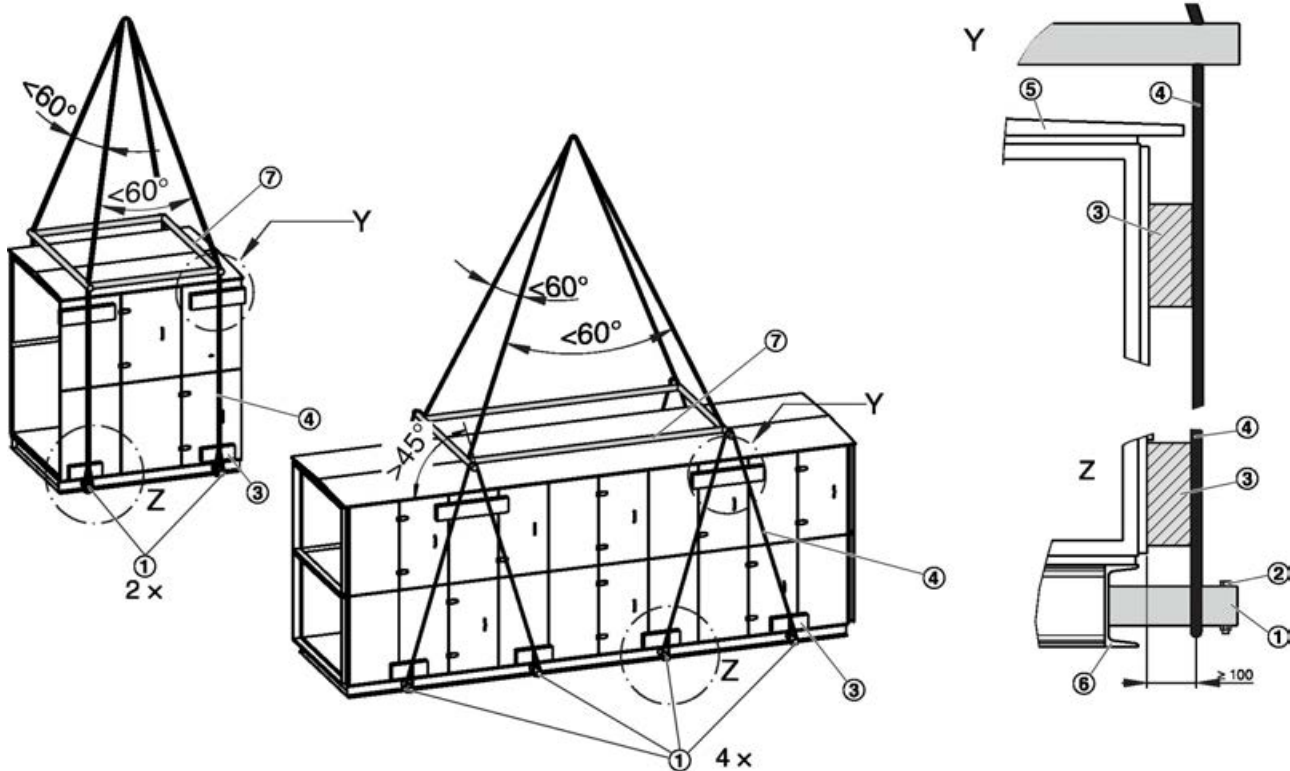

Abb. 8: Anschlag mit zwei oder vier Transportrohren
Die Anzahl der Bohrungen im Grundrahmen (Abb. 8 /6) gibt die Anzahl der zu verwendenden Transportrohre (Abb. 8 /1) vor.
- Die Anschlagart entsprechend der Anzahl der verwendeten Transportrohre auswählen Abb. 8
- 1 ▶ Die Transportrohre (Abb. 8 /1) in die Bohrungen im Grundrahmen schieben.
Die Transportrohre mit den Schrauben (Abb. 8 /2) sichern.
- 2 ▶ Anschlagmittel (Abb. 8 /4) um die Rohrenden der Transportrohre legen.
Anschlagmittel zwischen Grundrahmen (Abb. 8 /6) und den Schrauben (Abb. 8 /2) positionieren.
Die Kanten mit Distanzhölzern (Abb. 8 /3) schützen. Bei Bauteilen/Geräten mit Dach (Abb. 8 /5) Distanzhölzer so auswählen, dass der Abstand zwischen Anschlagmittel und Gerät von 100 mm gewährleistet ist.
Die Anschlagmittel geeigneten Spreizvorrichtungen (Abb. 8 /7) im Dachbereich, z. B. mit einer Traverse auseinander halten.